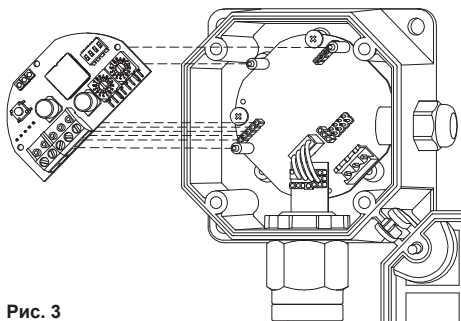

Рис. 3
4. Установите S-Bus интерфейс в сенсор, как показано на Рис.3.